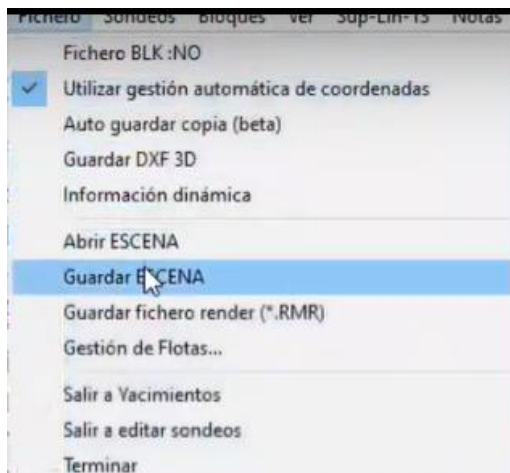

Figura 305. Guardado del archivo.
59. En el menú superior, seleccionar el botón “Fichero” y dar clic en “Guardar escena”. Figura 305.